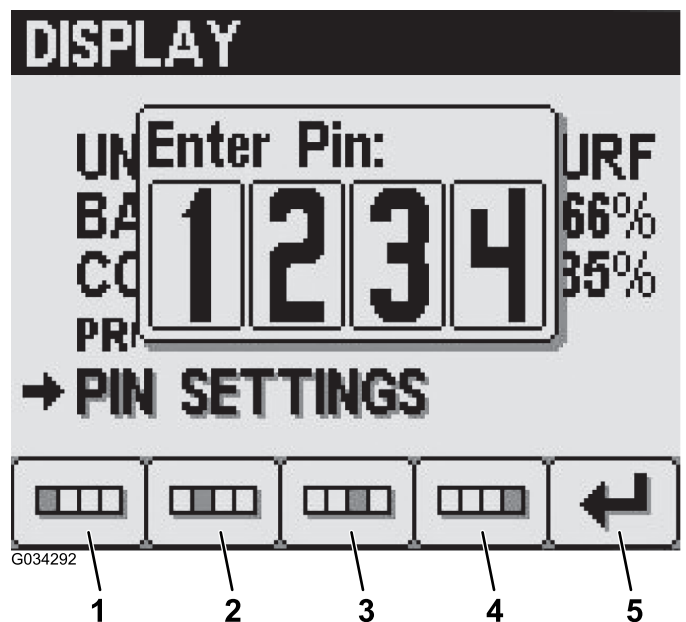

図 15
2. ボタン14を使ってPINを入力し、入力が完了したらボタン5を押す 図 15。
- ボタン 14 を使って PIN を入力し、入力が完了したらボタン 5 を押す 図 15。